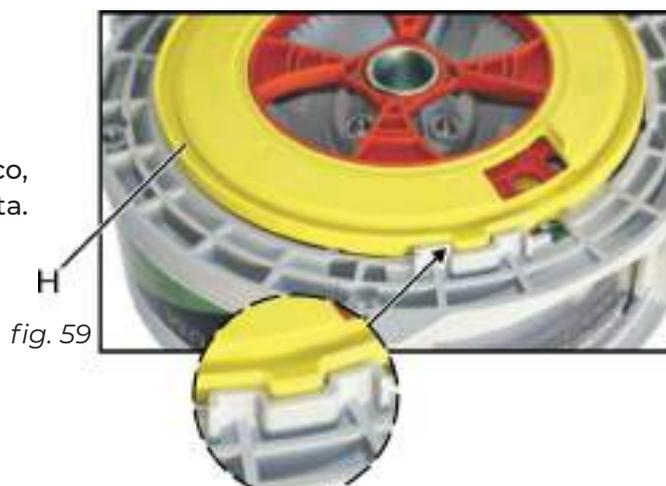

fig. 59
**4-** Após, encaixe o anel adaptador (H) (fig. 59) no disco, obedecendo o posicionamento conforme indica a seta.